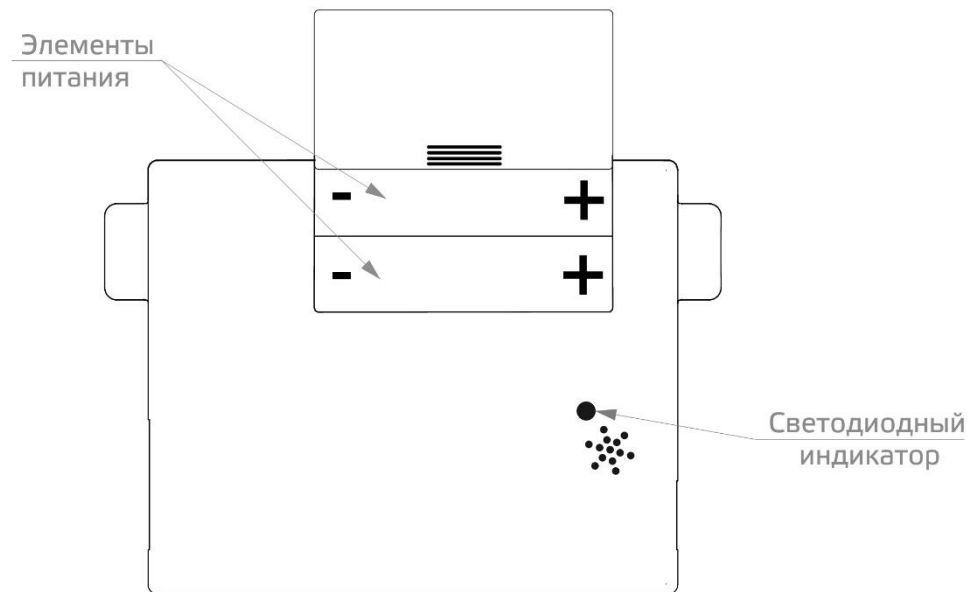

Рис. 2. Схема установки элементов питания и расположение светодиодного индикатора.
4.3. Внутри корпуса УСП-БОС размещена плата управления, отсек для установки элементов питания, разъем для подключения исполнительного устройства (электровоспламенителя модуля пожаротушения), разъемы для подключения линии связи и светодиодный индикатор. Установка элементов питания и расположение светодиодного индикатора показаны на рис. 2.
- 5.2 Установить элементы питания, соблюдая полярность (см. рисунок 2).